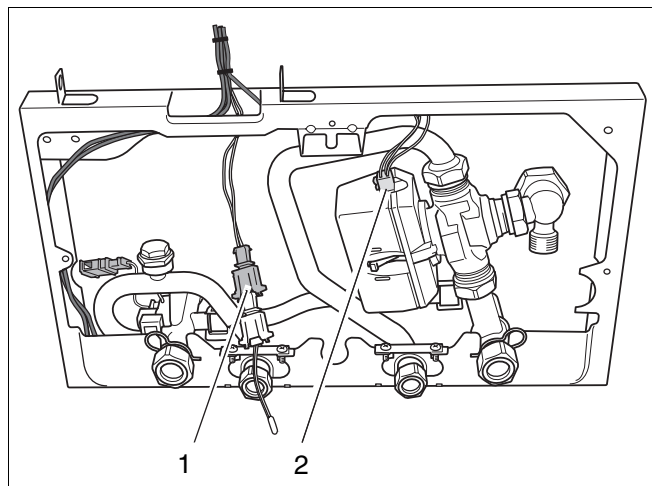

Abb. 12 Anschluss externen Warmwasserspeicher
- Brücke entfernen (Abb. 12, Pos. 1).
- Brücke (Abb. 12, Pos. 1) öffnen.
Beim Anschluss eines externen Dreiwegeventils, den Stecker vom internen Dreiwegeventils abnehmen (Abb. 12, Pos. 2) !
- Den Stecker des internen Dreiwegeventils abnehmen (Abb. 12, Pos. 2) und mit einem Verlängerungskabel auf das externe Dreiwegeventil anschließen (Honeywell VC8010).